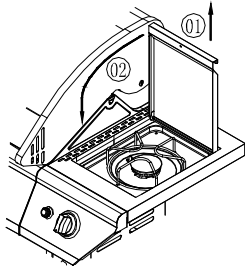

Fig.13B
- (d) À l'aide de (2) vis cruciformes (AA), fixez l'étagère du brûleur latéral (N et D1) au capot du grill à partir de l'intérieur de la chambre de cuisson. Insérez (1) vis cruciforme (CC) pour fixer le panneau avant de l'étagère du brûleur latéral au panneau de commande. Voir la Fig.13B. Serrez bien les deux vis desserrées pour fixer fermement l'étagère à la chambre de cuisson.